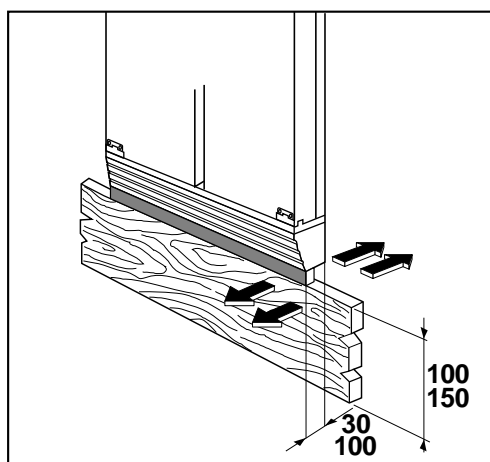

Fig. 19
- Lorsque le socle a 100 mm de hauteur, il faut monter intégralement la pièce de compensation réglable en profondeur (Fig. 19).
- Lorsque le socle a 150 mm de hauteur, il faut monter la pièce de compensation réglable en profondeur (Fig. 19).